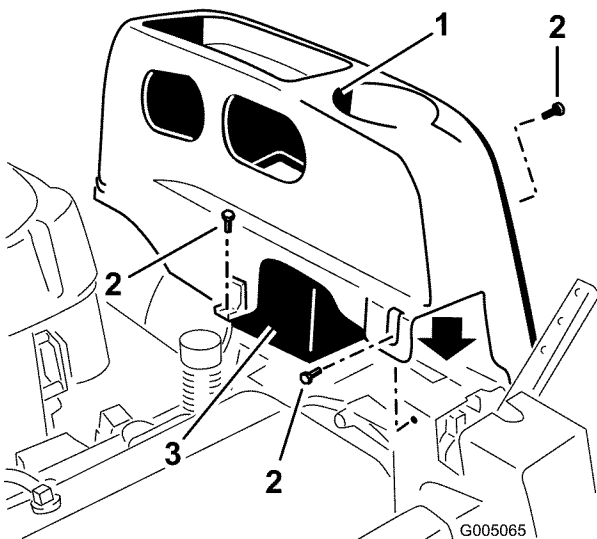

Figura 18
2. Retire los 25 tornillos TORX® que sujetan la cubierta izquierda al bastidor, según se muestra en Figura 18.